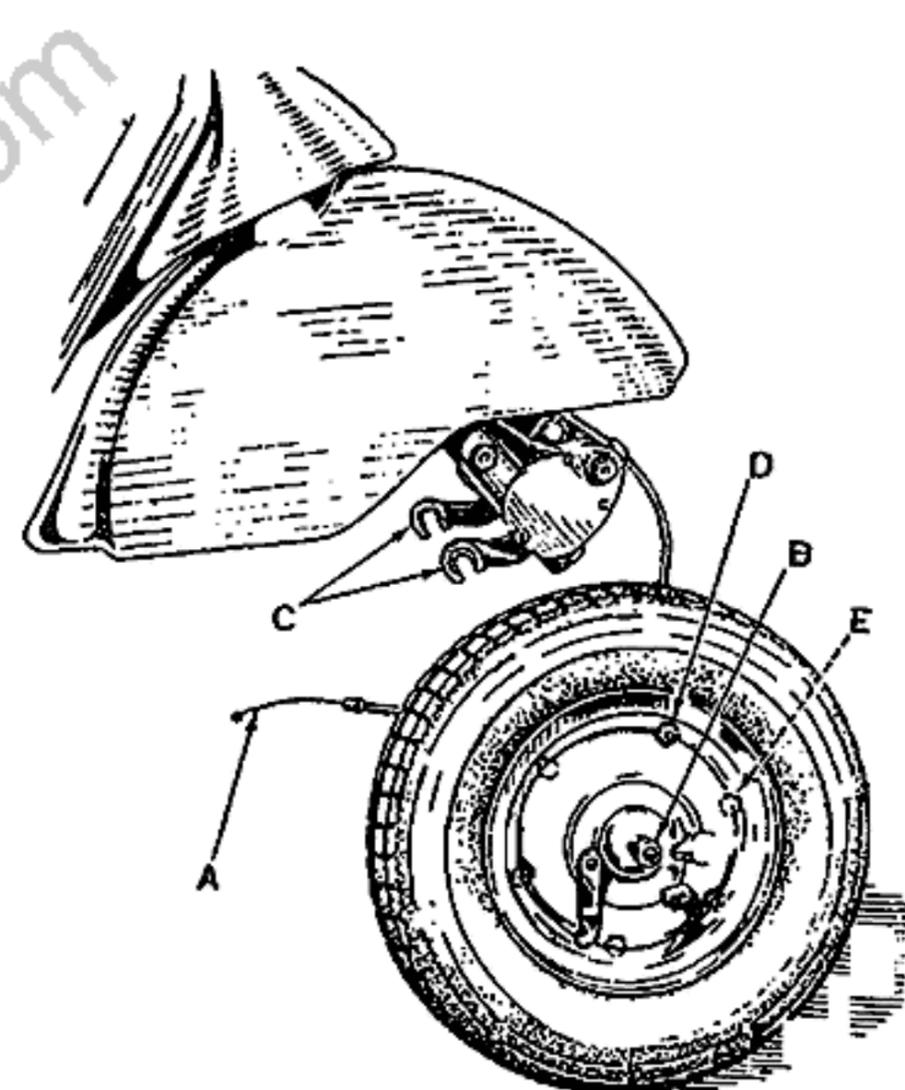

Fig. 5
Per smontare la ruota anteriore (v. fig. 5), staccare dapprima da essa il cavo comando freno (A), indi svitare i due dadi laterali (B) che la bloccano alle biellette oscillanti (C) e spostare le rondelle sotto i dadi, incassate nelle biel-